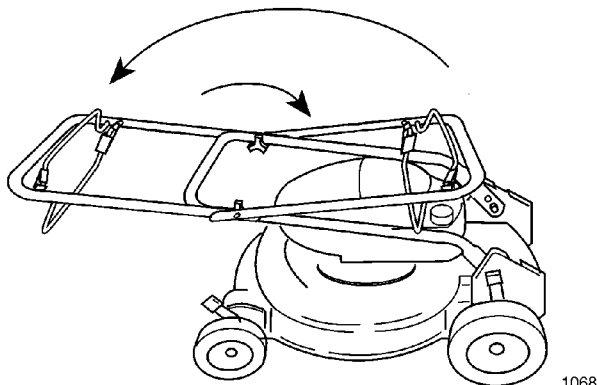

Figure 56
2. Basculer le guidon vers l'avant de la tondeuse (Fig. 56).